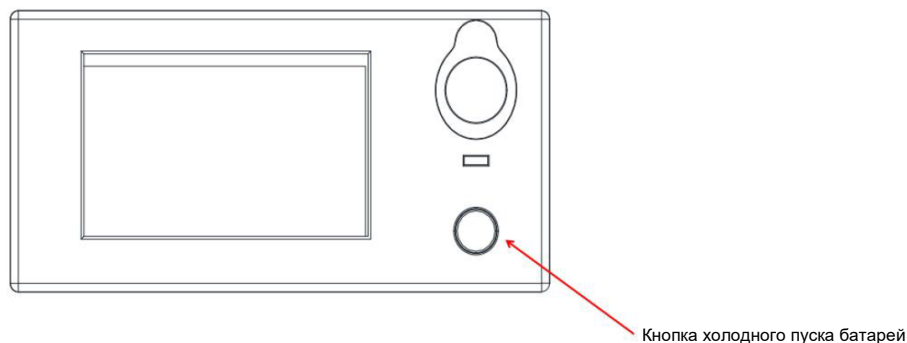

Рисунок 6-3. Расположение кнопки холодного пуска батарей
2. Нажать и удерживать кнопку холодного пуска батарей (BAT START) на передней панели шкафа примерно 8 секунд (см. рис. 6-3).